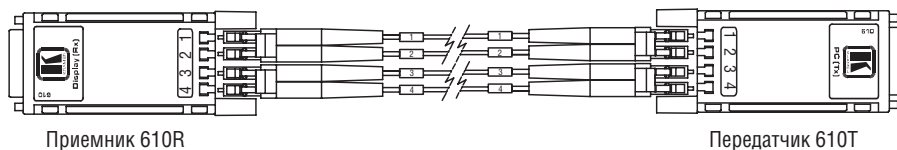

Рис. 2. Подключение волоконно-оптического кабеля
5. По одному вставьте двоянные разъемы LC волоконно-оптического кабеля² в соответствующие разъемы **610T** и **610R** (рис. 2).